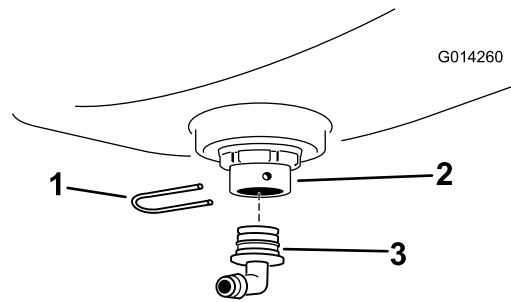

Figura 5
4. Instale un acoplamiento de 90 grados en el conector estanco y sujételo con una horquilla de retención (Figura 5). Gire el acoplamiento hasta que quede orientado hacia atrás.